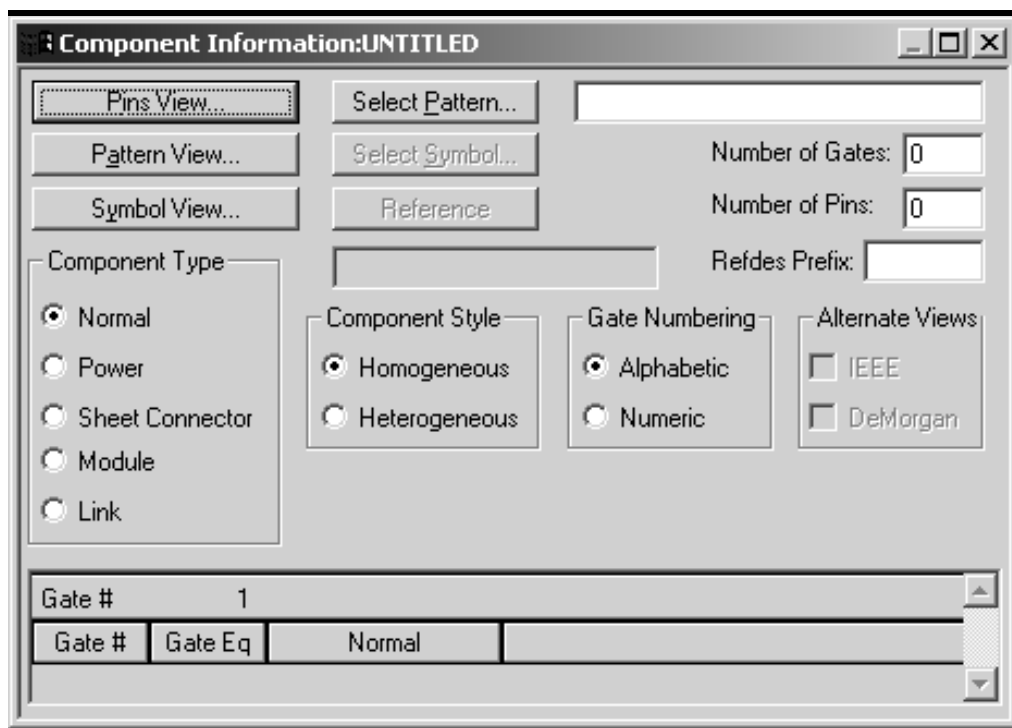

Рис.3.5. Основная информация о создаваемом компоненте
5) Установить параметры в окне Component Information (рис.3.5.) в соответствии с типом РЭК: